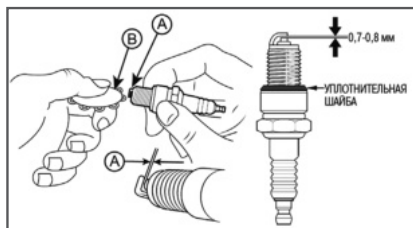

Рис. 29 Обслуживание свечи зажигания
4. Измерьте зазор А между электродами свечи зажигания специальным щупом В. Зазор А должен быть $0,7-0,8$ мм (Рис. 29). При увеличении или уменьшении требуемого зазора, рекомендуется заменить свечу, так как регулировка зазора может привести к изменению качества искрообразования.